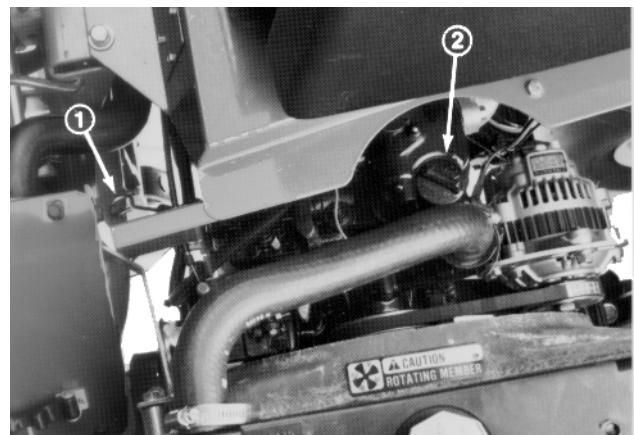

Figure 2
1. Placer la tondeuse sur un sol horizontal, couper le moteur et serrer le frein de parking. Déverrouiller et ouvrir le capot moteur (Fig. 2).
3. Si le niveau d'huile est bas, dévisser le bouchon de remplissage d'huile situé au-dessus de moteur (Fig. 2). Ajouter une petite quantité d'huile détergente SAE 30 ou 10W-30 de haute qualité de classe CD (classification API—American Petroleum Institute) et vérifier le niveau indiqué par la jauge. Continuer jusqu'à ce que le niveau atteigne le repère du plein (FULL) sur la jauge. Ne pas dépasser ce niveau.
- Placer la tondeuse sur un sol horizontal, couper le moteur et serrer le frein de parking. Déverrouiller et ouvrir le capot moteur (Fig. 2).
- Retirer prudemment les bouchons du radiateur et du vase d'expansion (Fig. 2).
- Contrôler le niveau du liquide de refroidissement. Dans le radiateur, le liquide doit arriver à environ 25 mm (1 pouce) du goulot de remplissage. Dans le vase d'expansion, le liquide doit arriver entre les repères mini et maxi indiqués sur le côté (Fig. 2).